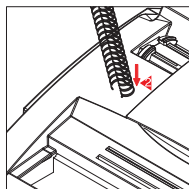

Figura-4
- ▶ Evitar utilizar espaldas metálicas de dimensiones no correctas. Usted puede medir la dimensión de la espalda metálica como enseñada en la figura -4.